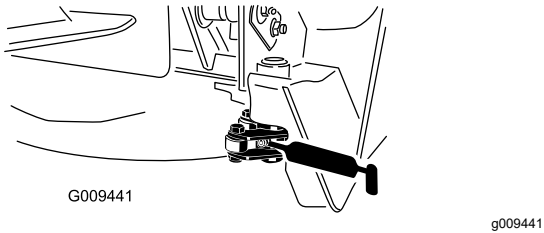

Bild 81
- Zwei Riegeldrehzapfen (Bild 81)